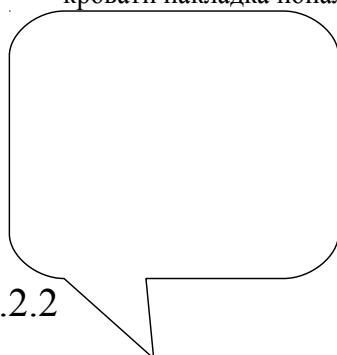

Рис.2.2
**TH** Присоединить к рамам кровати поз.1,2 уголки поз.126 (2 места) — рис.2.2 и 2.3, фиксатор в сборе поз.110- справа (рис.2.4), используя винты M6x35 поз.116, гайки M6 со стопорным кольцом поз.118, шайбы C6x18 стальные поз.121. В случае, если установка механизмов производится на левой боковине, фиксатор в сборе поз.110 разобрать в соответствии с рисунком 2.6. Перевернуть собачку поз.110Б в зеркальное положение, собрать фиксатор в обратной последовательности (рис.2.5). При сборке строго соблюдать последовательность установки деталей, руководствуясь рисунком 2.5. Закрепить собранный фиксатор поз.110 на раме слева аналогично рис.2.4, но зеркально, а ранее установленные уголки поз.126 (рис.2.2 и рис.2.3) переставить на противоположные стороны рамы. На торец упора поз. 46 установить накладку войлочную поз.33 в соответствии с рисунком 1.2.1. Разместить её так, чтобы в сложенном состоянии кровати накладка попала на уголок поз.126 (рис.2.2).